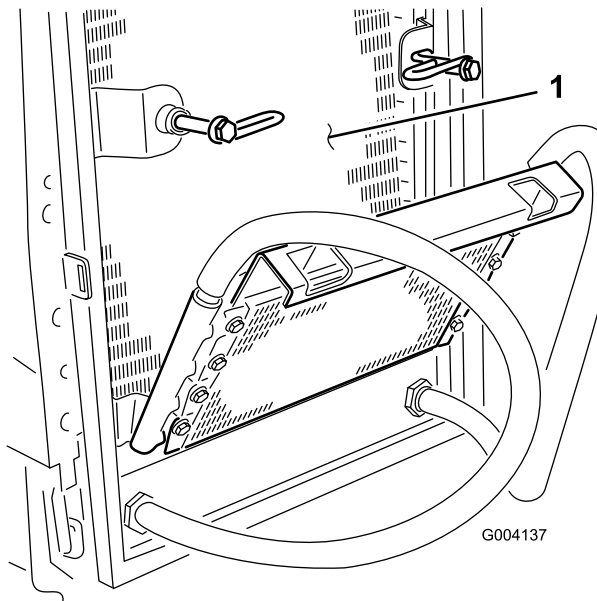

Figure 62
6. Nettoyez soigneusement les deux côtés du refroidisseur d'huile et du radiateur (Figure 62) à l'air comprimé.